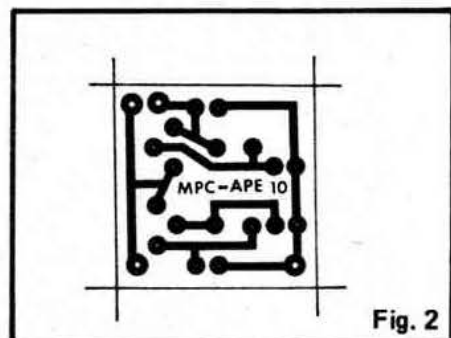

Fig. 2
- FIG' 2 - Plaquinha de Circuito Impresso, vista pelo lado cobreado. Inicialmente retire a sua plaquinha da capa da Revista (se estiver muito "presa", um pouco de álcool ajudará a remoção sem danificar a capa . . .). Confira o seu BRINDE com a fig. 2, limpe-a e fure-a nas "ilhas" (usando uma "Mini-Drill" ou um perfurador manual). A utilização, antes e durante a montagem, deverá ser orientada pelas INSTRUÇÕES GERAIS PARA AS MONTAGENS.